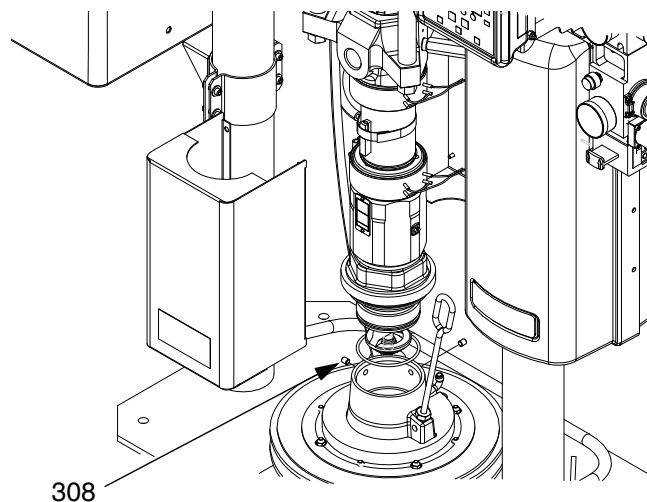

FIG. 42: 20-, 30-, 60-litersmontering
1. Placera o-ringen i pumpintaget. Se FIG. 42.
3. Fäst pumpen på tryckplattan med skruvar (308).